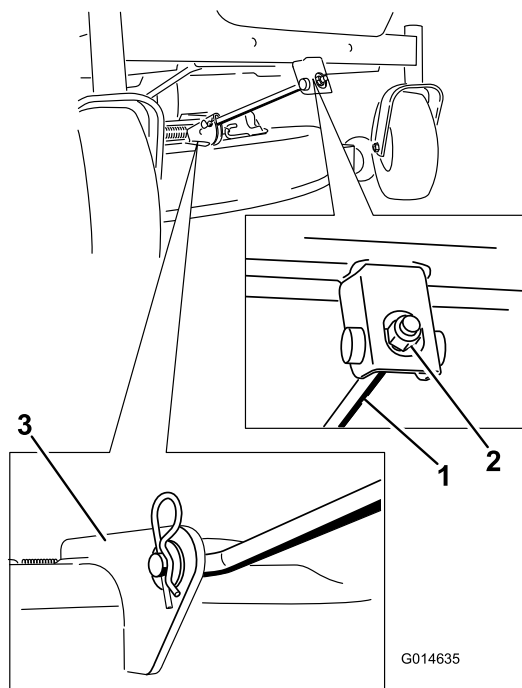

Figura 75
5. Retire la chaveta de la varilla de soporte delantera y retire la varilla del soporte de la carcasa (Figura 75).